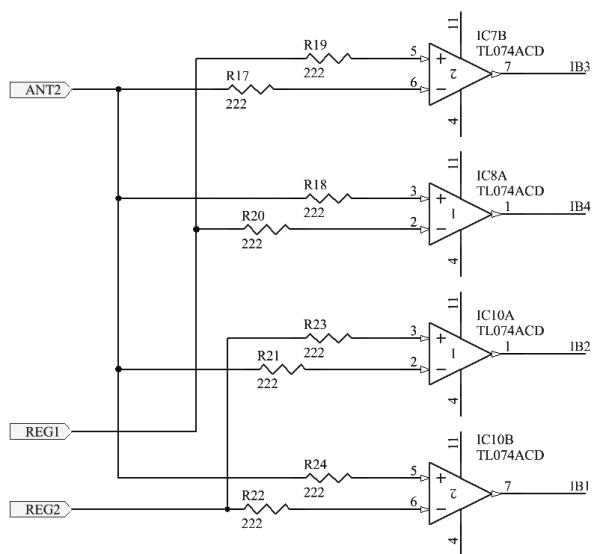

图 5-29 绘制完的原理图 4
4) 选择菜单命令“文件”→“New”(新建)→“原理图”，然后单击右键选择“保存为”菜单命令将新建的原理图文件另存为“Compare.SchDoc”。完成后的原理图如图 5-29 所示。